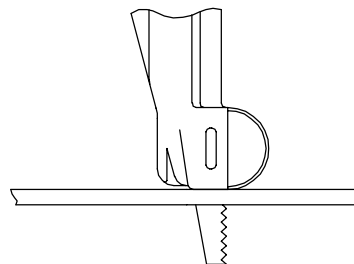

Figura 3
4. Cuando corte metal desde un borde, sujete la sierra tal como se indica en la Figura 3, manteniendo la guía de la hoja de sierra presionada firmemente contra el material a trabajar para evitar que vibre el metal y la hoja de la sierra haga ruido. Cuando realice cortes directos en metal, cincele o taladre primero un orificio de inicio.